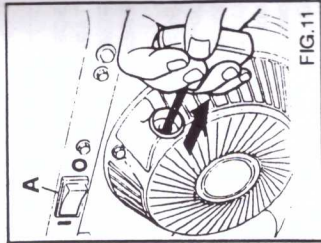

FIG. 11
- 1) Accertarsi che l'interruttore (A) sia in pos. "I" (fig. 11).
- 4) Avviare il motore a scoppio tirando la fune autoavvolgente (fig. 11)
- 1) Portare l'interruttore A (fig. 11) in posizione 0.